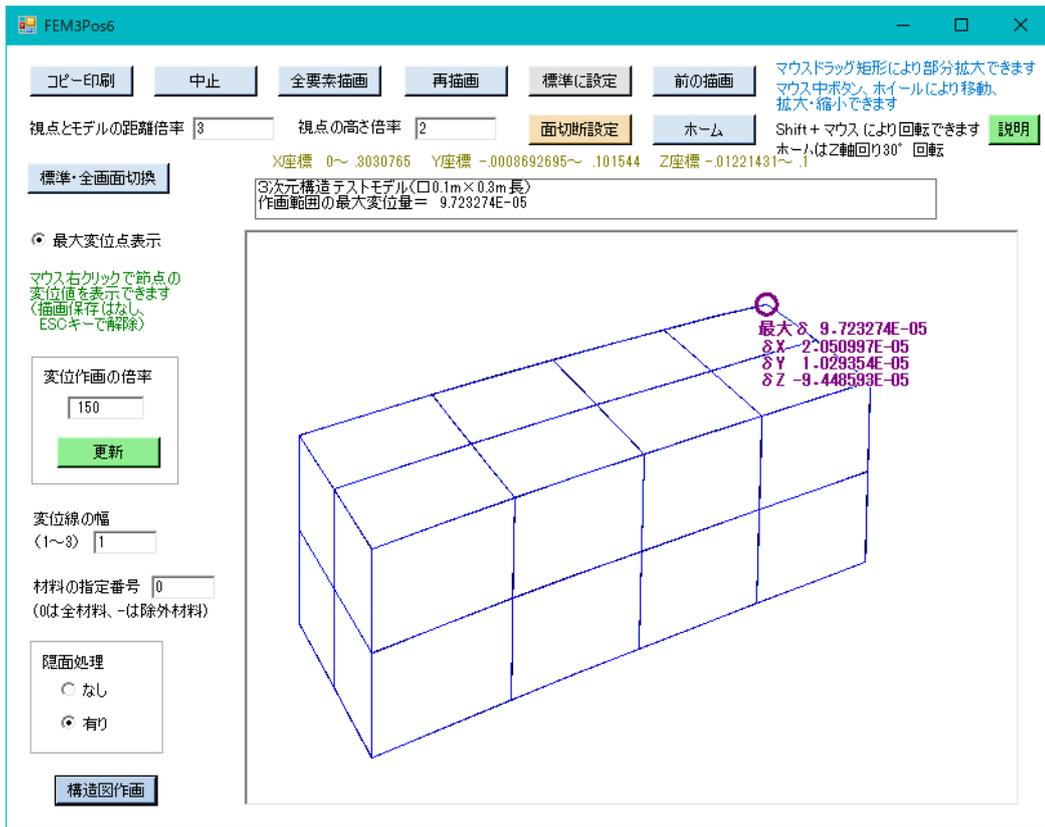
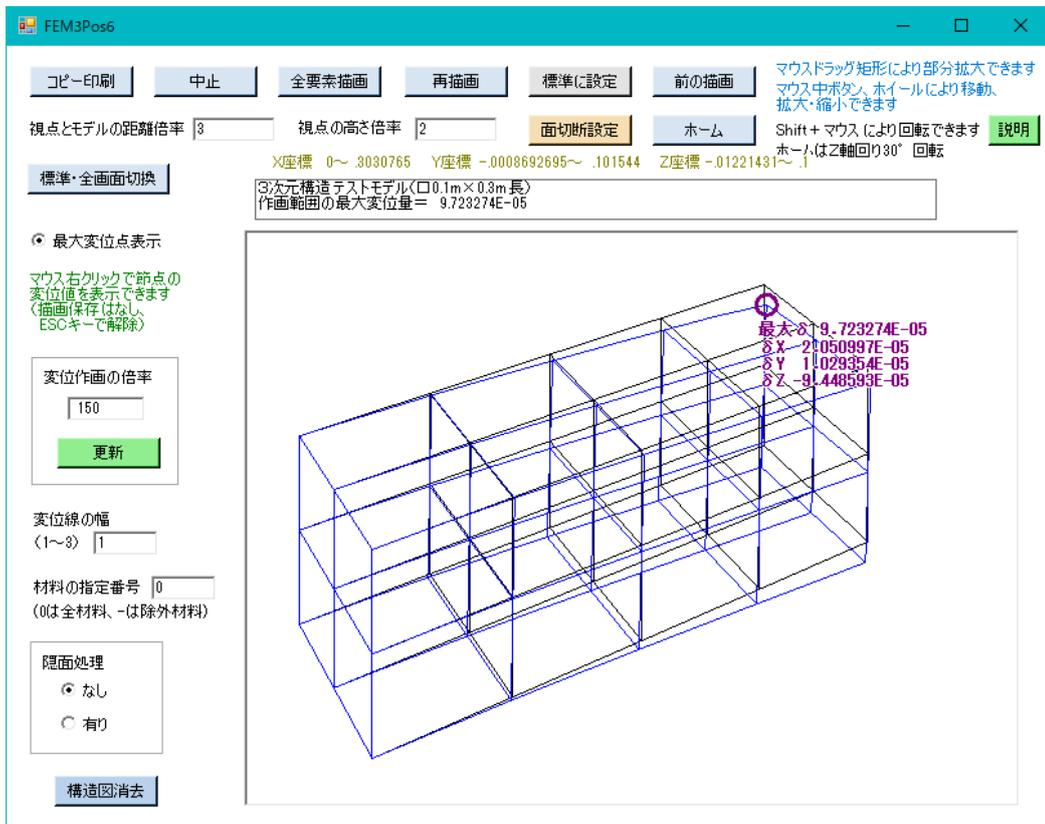

図7-12 変位図の作画画面（隠面処理有り、構造図消去）
図7-13 変位図の作画画面（隠面処理なし）
- ①同画面のように、元の構造図に対して、青色で変位図が表示されています。
- ②本画面の左側の「変位作画の倍率」は、構造寸法に対する変位の作画倍率を示します。本数値を任意に変更して「更新」ボタンをクリックすると、変更が反映されます。
- ③本画面の左側に「変位線の幅」のパラメーターを表示してあり、それを変更できます。変更した後は、「再描画」ボタンをクリックすると作画画面が変更されます。
- ④本画面の左下側の「構造図消去」ボタンをクリックすると、図7-12のように構造図なしの変位図だけになります。同図で「構造図作画」ボタンをクリックすると元の画面に戻ります。
- ⑤本画面の上側に表示されている作画パラメーター、マウストラッグによる部分拡大、回転操作等は、等高線図の作画と同じです。
- ◇「隠面処理」の「なし」を選択すると、要素辺がすべてその変位と共に表示されます。図7-13に隠面処理なしの場合の変位図を示します。